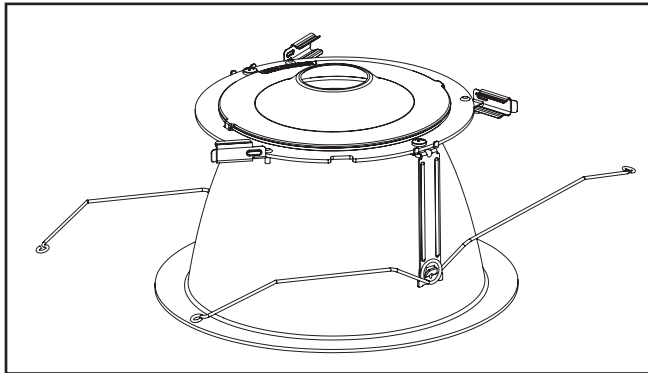

Figure 9.
1. Retirez la garniture inférieure de l'emballage de protection de la garniture inférieure. Faites pivoter les fixations latérales (3) vers l'extérieur (Figure 9). Retirez le générateur de lumière DEL de l'emballage de protection du moteur lumineux à DEL.